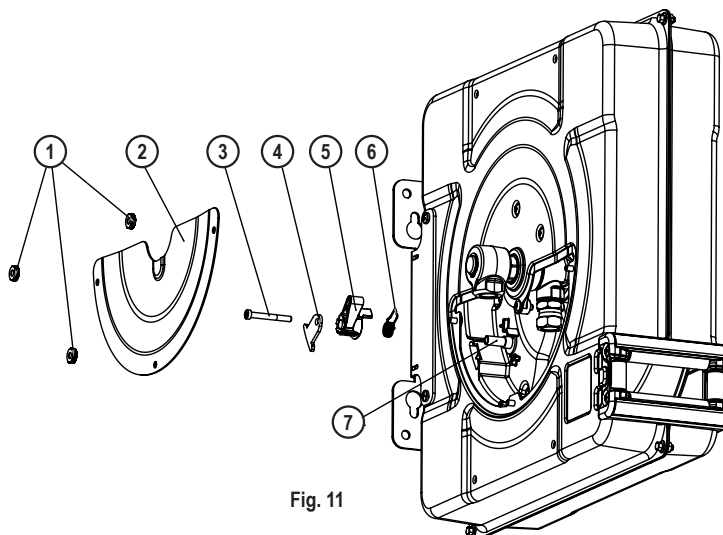

Fig. 11
1. Take apart the service lid (2) (fig. 11) loosening the plastic nuts (1) (fig. 11). No tools required to do this operation.
4. Loosen the bolt (3) (fig. 11) and take away the reinforcement metal sheet (4) (fig. 11), the latch (5) (fig. 11), and the spring (6) (fig. 11).
6. Assemble the new latch and the spring through the guiding axis (7)(fig. 11), having in mind that the spring arms side must be oriented towards the latch, and leaving the spigot between the spring arms.
7. Place the reinforcement metal sheet (4) (fig. 11) and introduce the bolt (3) (fig. 11). When tightening the bolt, beware not to exceed 4 Nm torque, otherwise, the bolt thread can be damaged.
1. Ta bort servicelocket (2) (fig. 11) och lossa plastmuttrarna (1) (fig. 11). Inga verktyg krävs för att göra denna operation.
4. Lossa bulten (3) (fig. 11) och ta bort armeringsmetallarket (4) (fig. 11), spärren (5) (fig. 11) och fjädern (6) (fig. 11).
6. Montera den nya spärren och fjädern genom styraxeln (7) (fig. 11), fjäderarmens sida måste vara inriktad mot spärren och lämna spiken mellan fjäderarmarna.
7. Placera armeringsplåten (4) (fig. 11) och sätt in bulten (3) (fig. 11). När du spänner bulten, var försiktig så att den inte överskrider 4 Nm vridmoment, annars kan bultgången skadas.